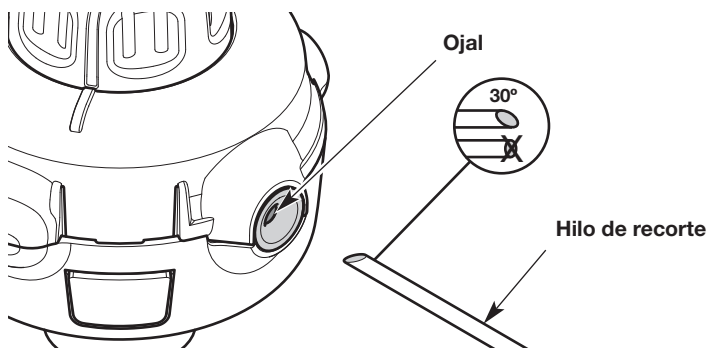

Fig. 27
2. Corte dos largos de 7 pies (2.1 m) de hilo de recorte nuevo. Corte un extremo de cada hilo en un ángulo de 30° (Fig. 27).
4. Enhebre uno de los hilos por uno de los ojales del cabezal de corte (Fig. 27). Utilice el extremo angulado y empuje el hilo para que entre unas 3 pulgadas (7.5 cm). Repita este proceso con el otro hilo y el ojal restante.